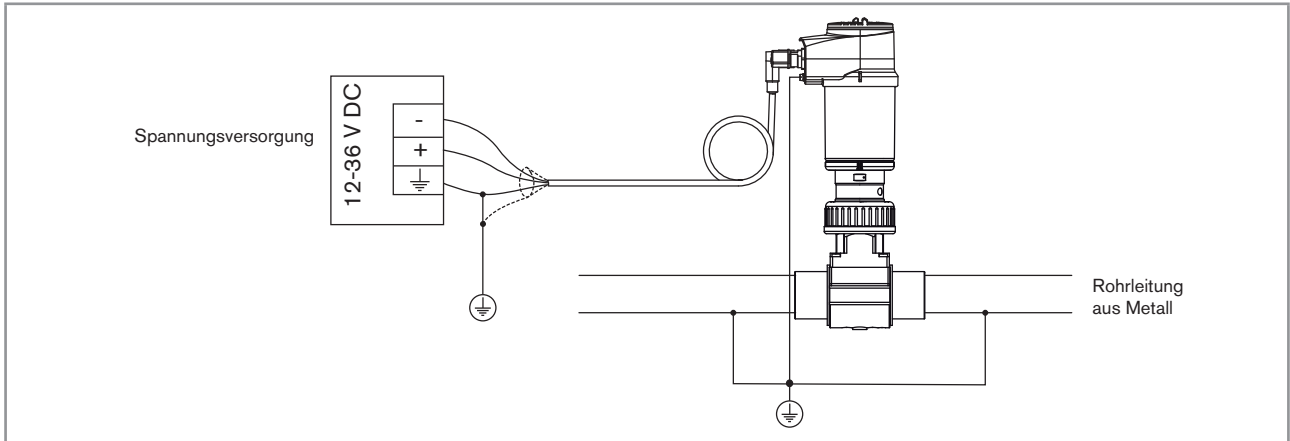
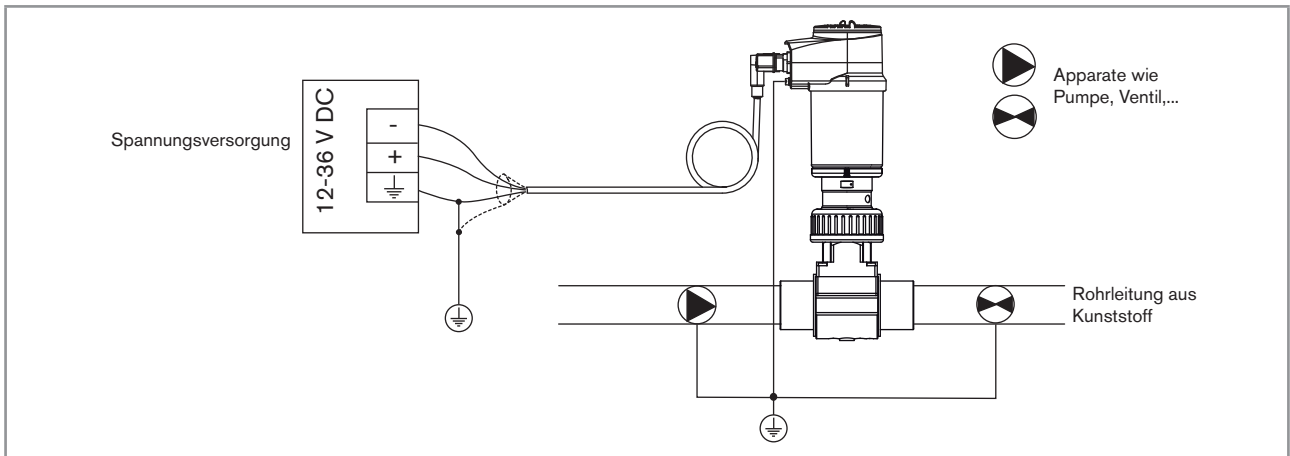

Bild 13: *Prinzipialschaltbilder einer Äquipotentialität bei Rohrleitungen aus Metall*
Bild 14: *Prinzipialschaltbilder einer Äquipotentialität bei Rohrleitungen aus Kunststoff*
- Auf vorschriftsmäßige Erdung der Abschirmung des Versorgungskabels achten. Ssiehe Bild 13 und Bild 14.
- Wenn das Gerät auf Kunststoffrohren installiert wird, alle die sich in der Nähe des Geräts befindenden metallischen Apparate, wie Ventile oder Pumpen, an den selben Erdungspunkt anschließen. Siehe Bild 14.